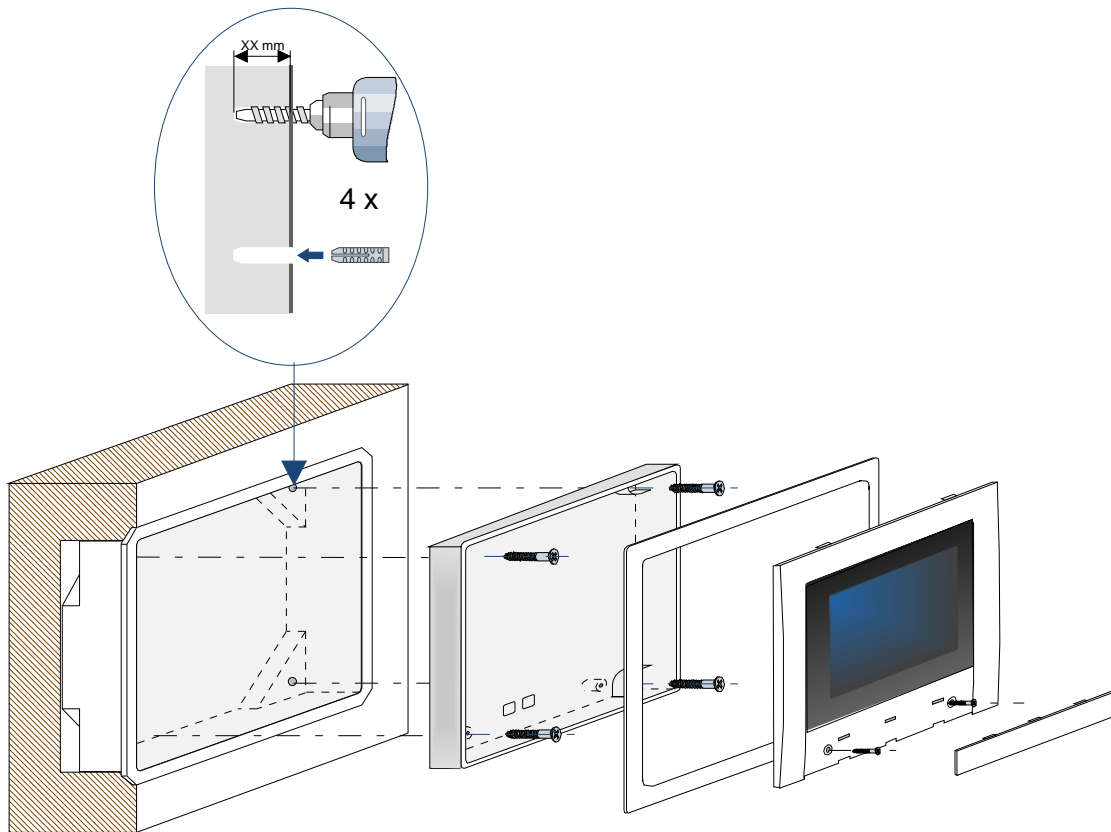

Abb. 6: Touchscreen-Anzeige- und Bedienteil uP-Montage
- Gehäuse gem. Abb. 6 schließen.